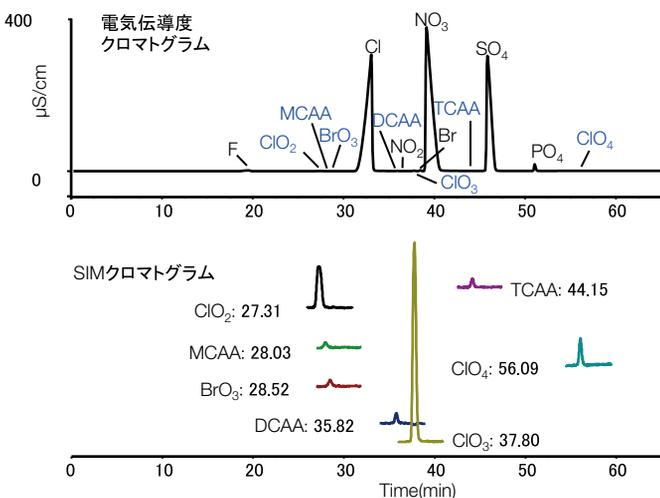

図9: IC-MSによる疑似水道水中のクロロ酢酸とハロゲン酸化物の分析例
溶離液ジェネレーターを使用すると純度の高いKOH、MSA溶離液を調製できます。KOH、MSAのどちらもサプレッサーを通過することでH₂Oになり、質量分析計 (MS) へ導入される際に問題となる塩を含まない溶液となります。また溶離液ジェネレーターで調製した溶離液は不純物が非常に少ないため、MSのバックグラウンドも低く抑えられます。このように溶離液ジェネレーターはIC-MSシステムにも適しています。図9に溶離液ジェネレーターを使用したIC-MSで疑似水道水中のクロロ酢酸とハロゲン酸化物を分析した例を示します。